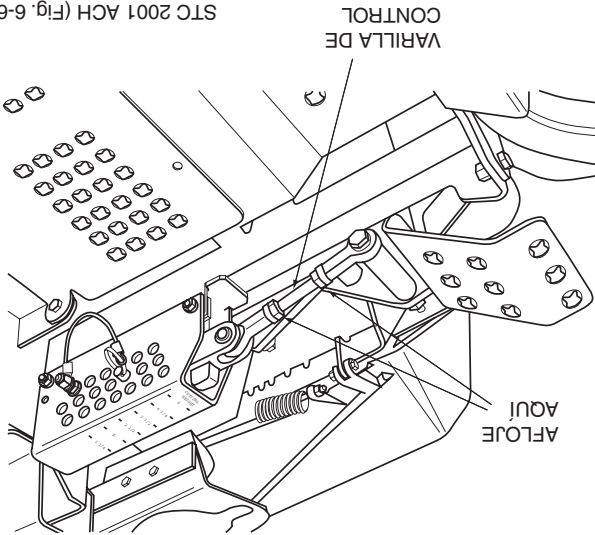

Figura 6-5. Ajuste de la altura de la plataforma de
plataforma. (Vea la Figura 6-5)
4. Verifique la medida desde el suelo hasta la punta de la cuchilla de corte. Si la medida no se encuentra en 3", puede realizarse un ajuste utilizando la varilla de control de altura de la plataforma. (Vea la Figura 6-5)